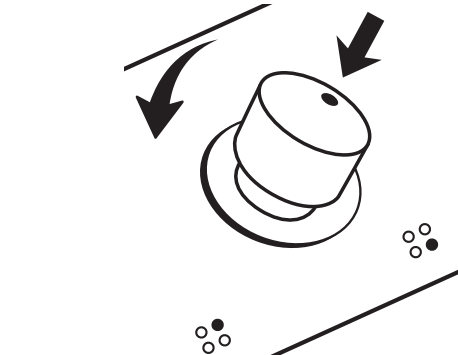

Imagen 6
- Para encender un quemador presione la perilla del quemador elegido y gire hacia la izquierda, manteniéndolo en el máximo unos segundos hasta que el quemador se encienda y suéltelo. (Ver imagen 6).